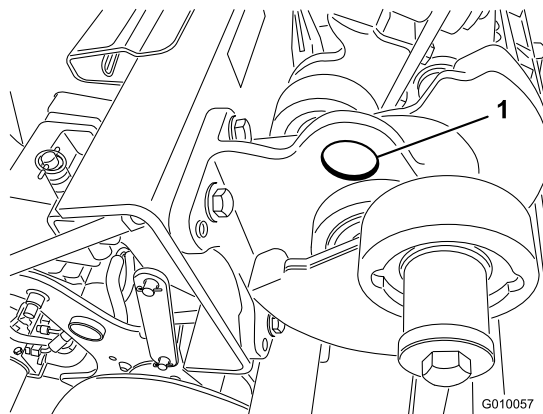

Рисунок 39
**Примечание:** По возможности используйте для подъема задней части машины подъемное устройство. В качестве точек подъема используйте проушины в корпусах подшипников вала азратора (Рисунок 39).